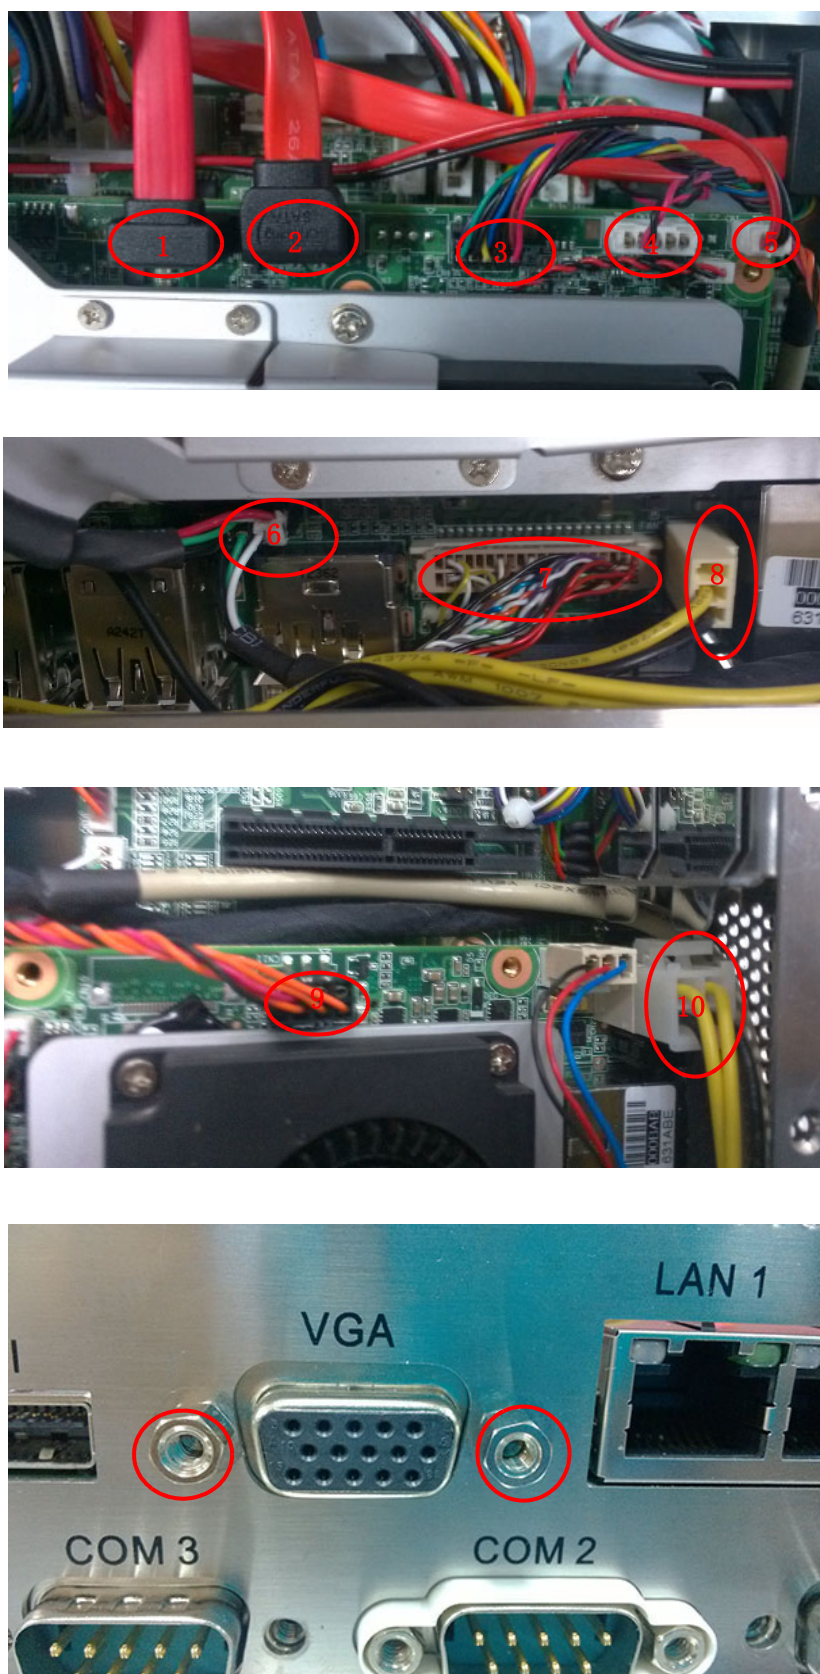

图 2.25:
3. 移除下图 10 处对应电缆，另外需将 I/O 挡板 VGA 上的两颗六角螺丝取下，然后将 MIO 板垂直向上取出，如图 2.25 所示。